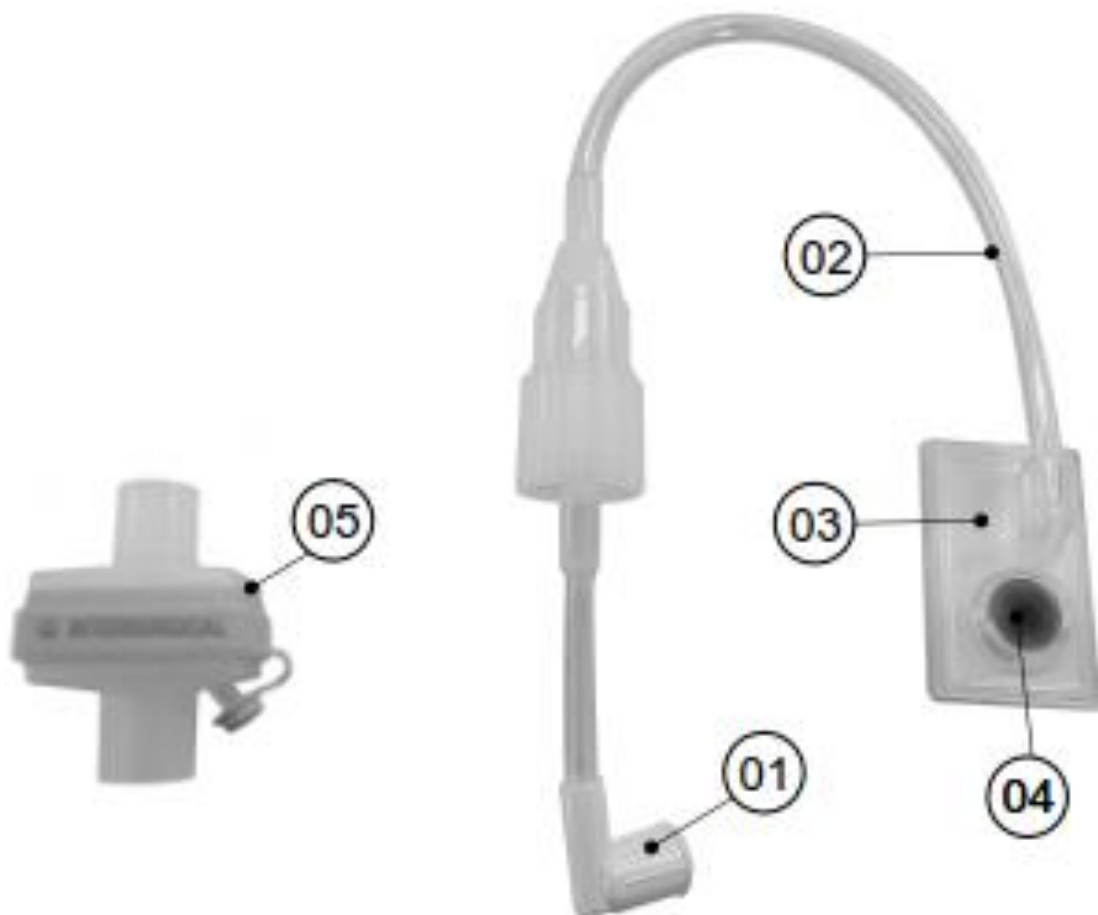

Fig.1A
2. Разъедините две части соединительной цепи и выбросьте часть (2).
3. Подключите часть (1) к респираторному фильтру, входящему в комплект, или к эквивалентному фильтру (см. Таблицу I). После этого устройство будет выглядеть так, как показано на Рис. 1A.